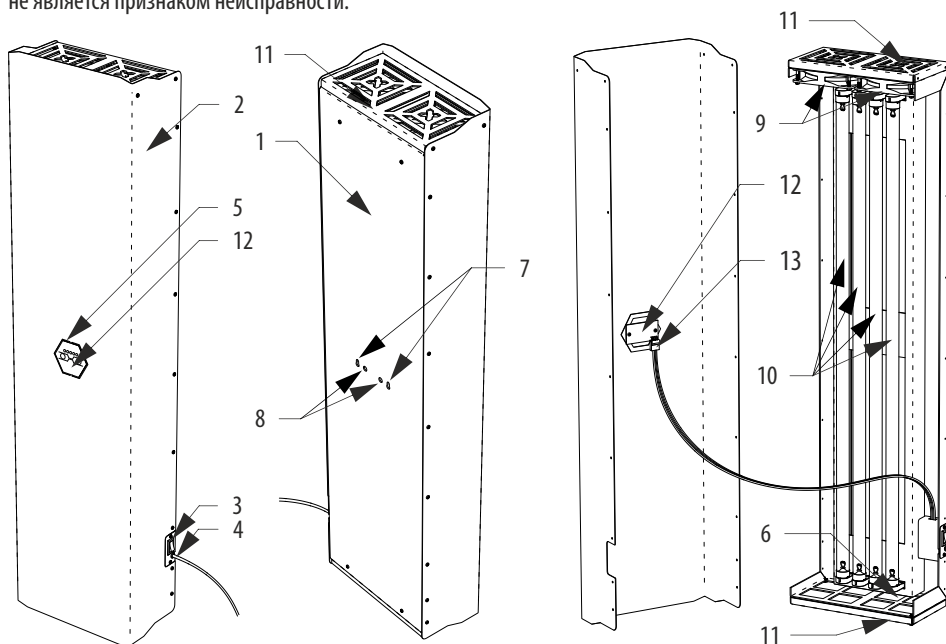

Рисунок 1. Общая конструкция очистителя воздуха OBU-06-S / OBU-06-ST .
- 8.3. Измерьте межцентровое расстояние расстояние между проушинами 7 (см. рис.1). С помощью уровня и линейки (рулетки) разметьте на стене отверстия для монтажа. Выбирайте крепёж в соответствии с материалом стен: шурупы для деревянных стен или стен из древесных материалов; дюбеля с шурупами для бетонных, кирпичных или газосиликатных стен; специальный крепёж для стен из ГКЛ.